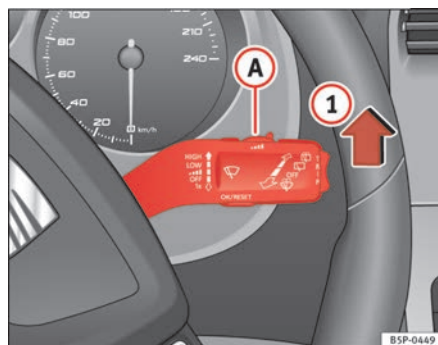

Fig. 87 Palanca del limpiaparabrisas
- Mueva la palanca del limpiaparabrisas hasta la posición **1** ⇒ fig. 87.